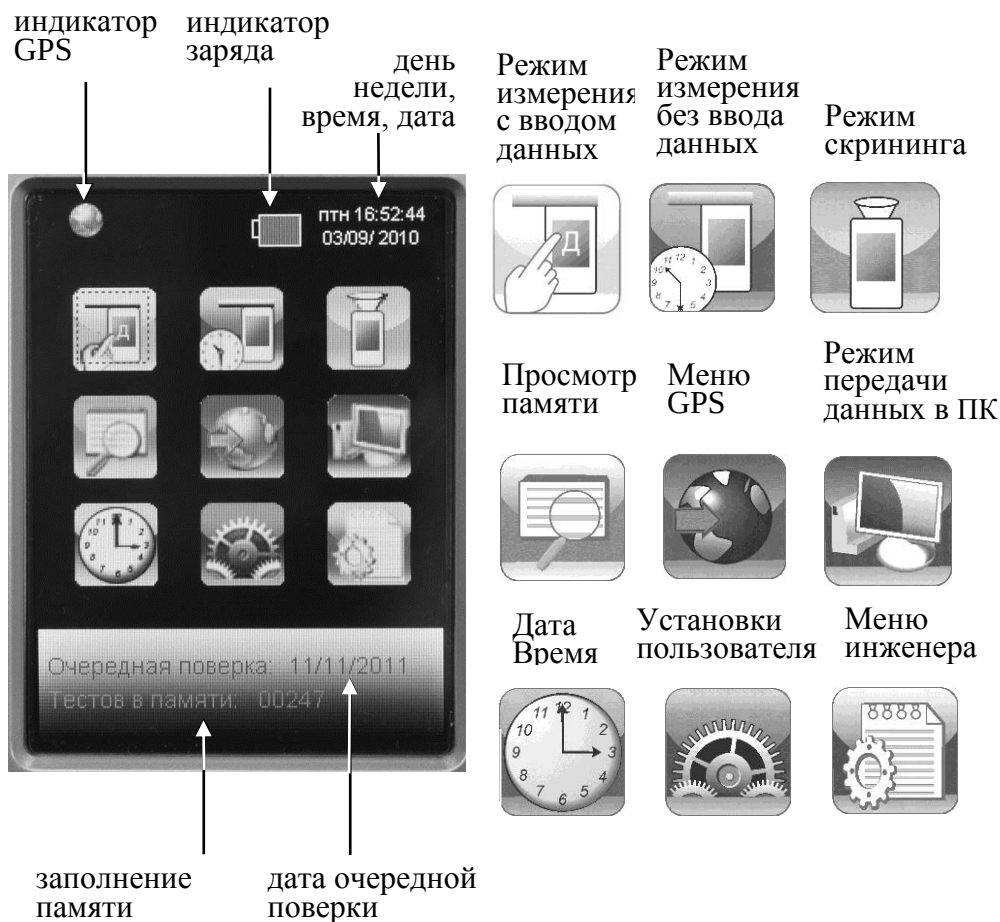

Рисунок 4 – Главное меню анализатора
После этого на экране появляется главное меню анализатора (рисунок 4).
2.3.1 При включении анализатора после заставки с названием анализатора и версией программного обеспечения на сенсорном экране появляется главное меню из 9 пунктов-иконок и индикаторов, информирующих об уровне заряда аккумуляторного блока, текущем времени и дате, а также об установлении координат текущего местоположения GPS-приемником (рисунок 4).
2.5.2 Для входа в меню **«Установки пользователя»** в главном меню анализатора (рисунок 4) выберите пункт-иконку **«Установки пользователя»**, касаясь стилусом соответствующей иконки. На сенсорном экране появится окно **«УСТАНОВКИ»** – меню из 3-х пунктов:
Для установки текущей даты и времени в анализаторе выберите в главном меню пункт-иконку «Дата Время», для этого коснитесь стилусом соответствующей иконки (рисунок 4).
2.5.7.3 Для просмотра текущих координат местоположения (долгота и широта) и возможности активировать функцию автоматического внесения их в протокол измерения выберите в главном меню анализатора пункт-иконку «**Меню GPS**». Для этого коснитесь стилусом соответствующей иконки (рисунок 4).